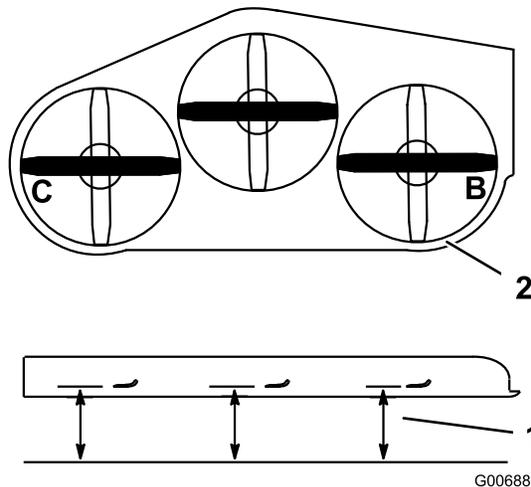

Figura 84
4. Mida en las posiciones **B** y **C** desde una superficie nivelada hasta el filo de corte de los extremos de las cuchillas (Figura 84).